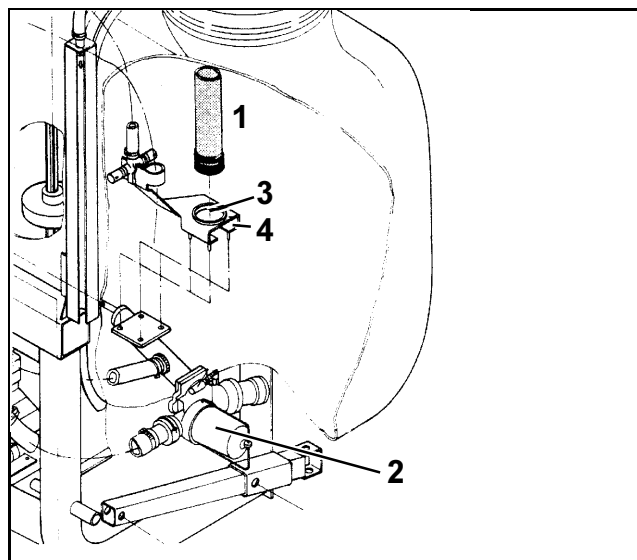

Рис. 145
Фильтр для мочевины (Рис. 145/1) рекомендуется для того, чтобы при заполнении мочевины в область всасывания не попадали частицы нерастворенного удобрения, и, возможно, необходимо добавить фильтр с переключающим краном (Рис. 145/2).
- Удалите пробку из резьбового отверстия (Рис. 145/3) в нижней части бака.
- Фильтр для мочевины вверните по часовой стрелке в крепеж (Рис. 145/4).